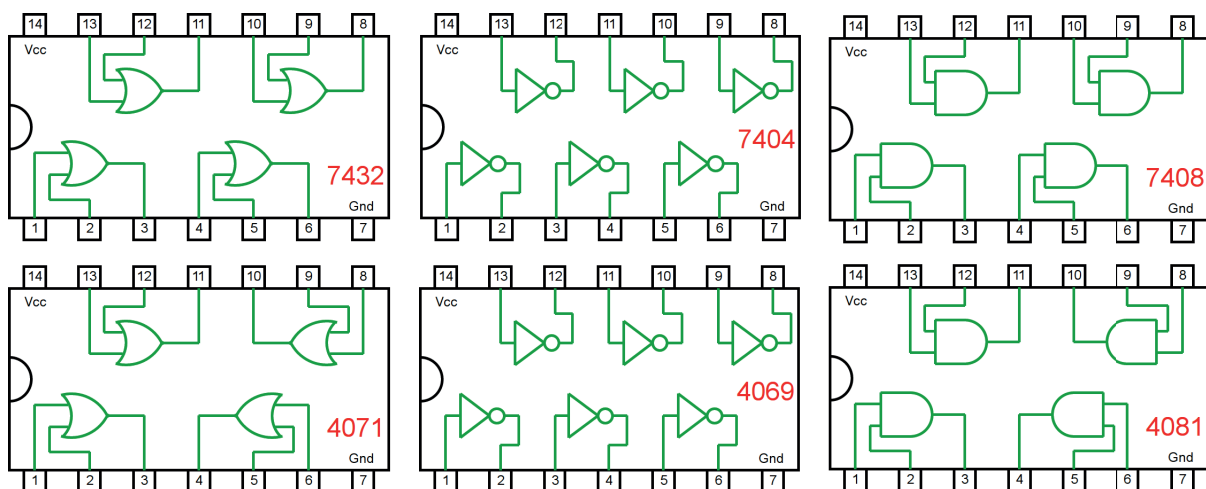

Figura 4.53 – Circuitos integrados TTL e CMOS.
- a) Coloque os circuitos integrados (TTL e/ou CMOS da figura 4.53) nas posições indicadas.
- d) Conecte os fios verdes. Os fios verdes estão conectados ao terra e portanto fornecendo valor lógico (0) às entradas de todas as portas do CI.